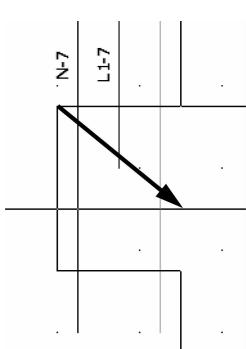

图 2-16 插入黑盒
**步骤11 插入黑盒** 单击【插入黑盒】，绘制矩形框。设置【源】为【T】后单击【确定】。将标注【-T1】移动到黑盒的左侧。延长电线连接到端子【2】和【5】，连接到水平的电线上，如图2-16所示。